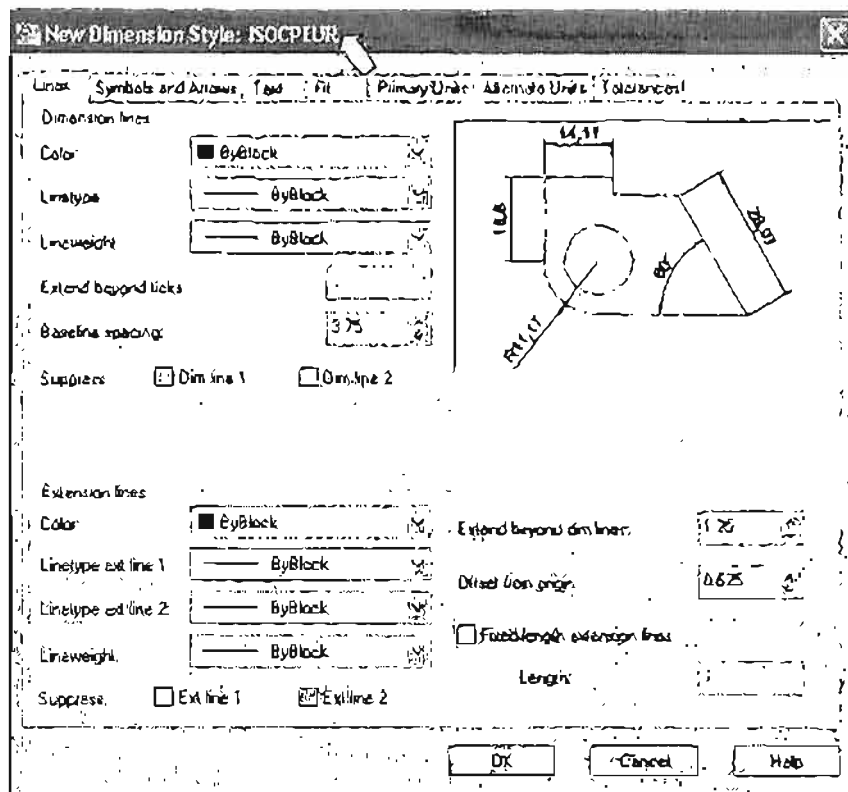

Рис. 3.14. Диалоговое окно New Dimension Style на вкладке Lines
4. Щелкните мышью на кнопке Continue (Далее) для продолжения создания нового размерного стиля. Появится диалоговое окно New Dimension Style (Создание нового размерного стиля), имеющее семь вкладок (рис. 3.14):